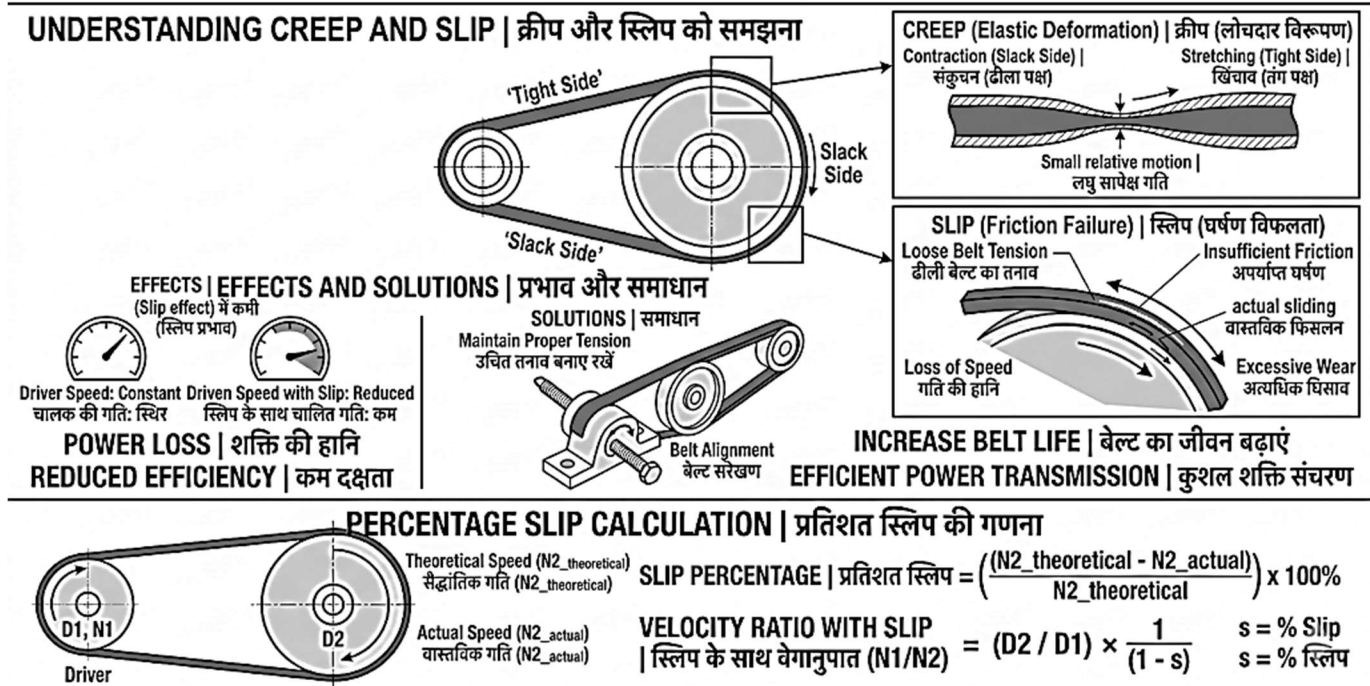

Fig.5.4: Creep and Slip in V-Belts | वी-बेल्ट में क्रीप एवं स्लिप
5.4.1 Introduction to Belt Creep and Slip (Fig.5.4)
5.4.1 बेल्ट क्रीप एवं स्लिप का परिचय (Fig.5.4)